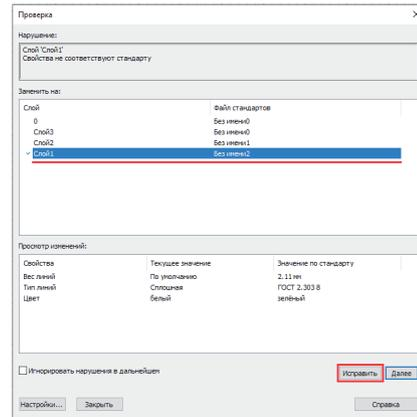

Рис. 15. Диалоговое окно *Проверка*
1) Откройте окно проверки чертежа (команда *ПРОВ-СТАНДАРТЫ*) – (рис. 15).